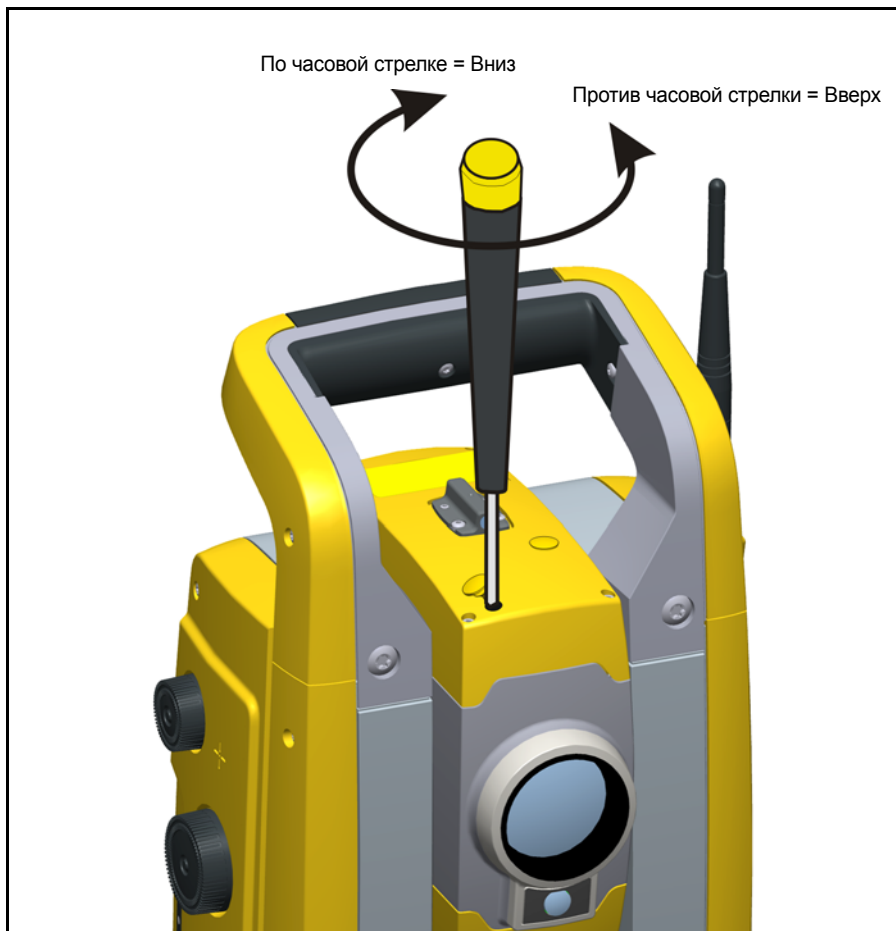

Рис. 4.20. Юстировка вертикального положения
2. Для корректировки вертикального положения лазерного пятна вставьте шестигранный ключ в юстировочный порт вертикального указателя и поверните, как показано на рис. 4.20.